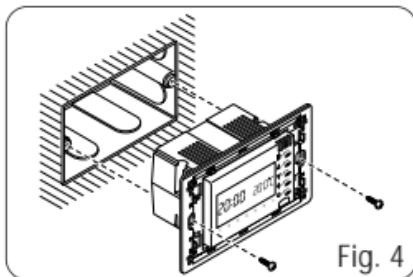

Fig. 4
- Fixer le module au boîtier à encastrer au moyen des deux vis fournies (fig. 4) en respectant l'indication HAUT.